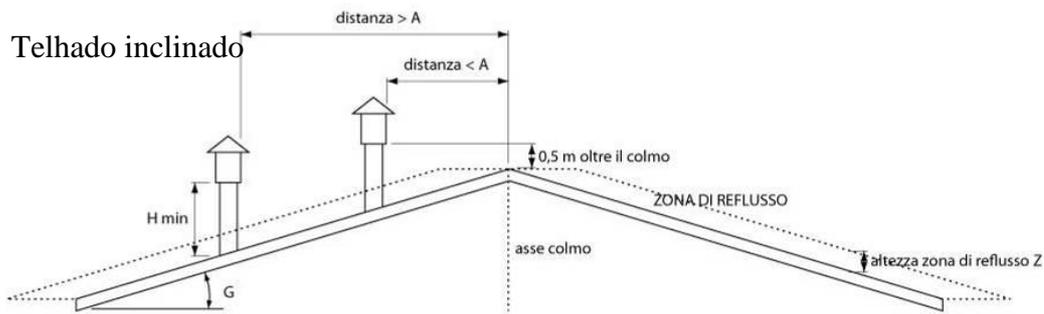

Fig.5
- O terminal deve estar posicionado de modo que assegure a dispersão e a diluição adequada dos produtos da combustão e, de qualquer modo, .fora da zona de refluxo. Essa zona tem dimensões e formas diferentes de acordo com o ângulo de inclinação da cobertura, por isso é necessário adotar as alturas mínimas citadas na fig.4 e na fig.5.
- O terminal deverá ser do tipo com proteção contra o vento e superar a altura da cumeeira fig.4 e fig.5.